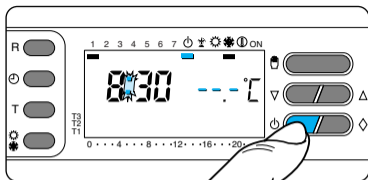

Fig. 68
**13.4** - Premere due volte il pulsante  (fig. 68).